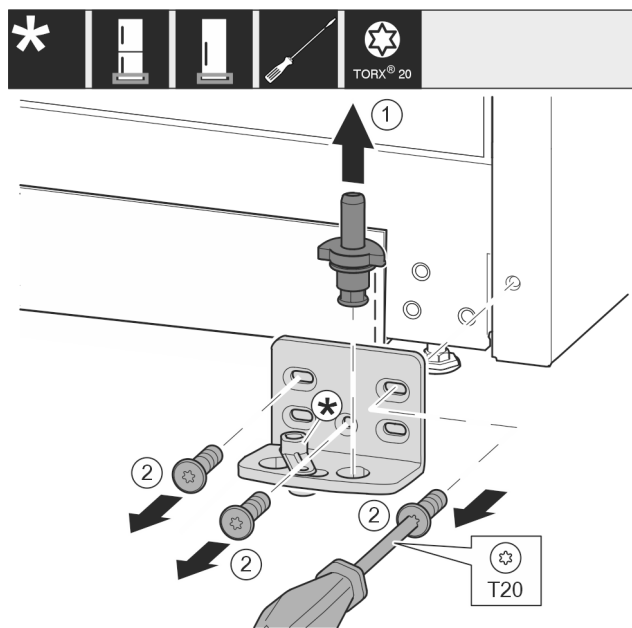

Fig. 16
- Ložiskový čep Fig. 16 (1) celý vytáhněte nahoru.
- Šroubovákem vyšroubujte šrouby Fig. 16 (2) a sejměte stojan ložiska.